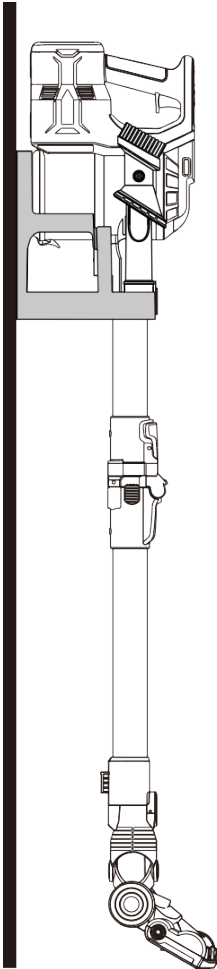

Figura 20
1. fácil de llevar, ahorrando espacio. (figura 20)